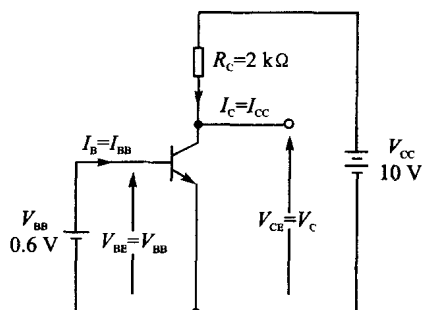

图 1-20 晶体三极管偏置电路
〔题目〕 在图 1-20 所示的晶体三极管偏置电路中,试求:
(1) 根据图 1-20 求得 $V_{BE} = V_{BB} = 0.6 \text{ V}$ 。